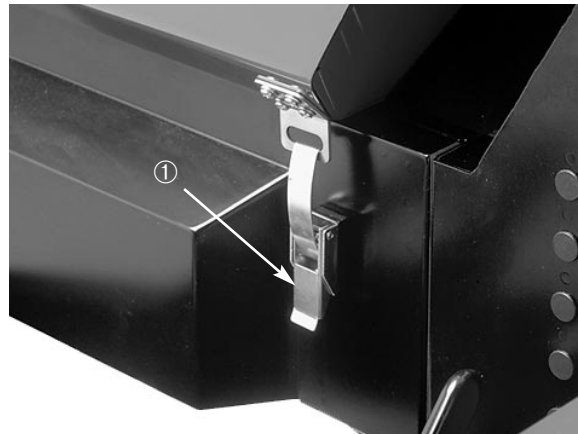

Figure 1
2. Déverrouiller les fixations du capot moteur (Fig. 1) et ouvrir le capot.